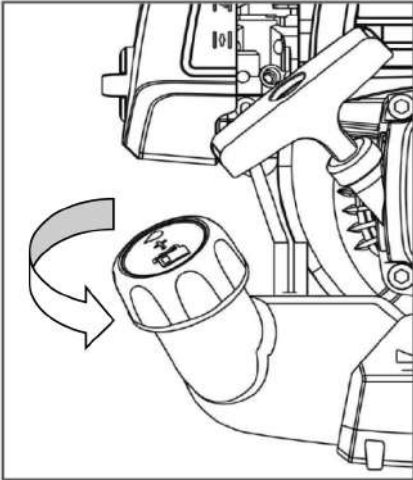

Рис. 9
- Медленно открутите крышку топливного бака (рис. 9).